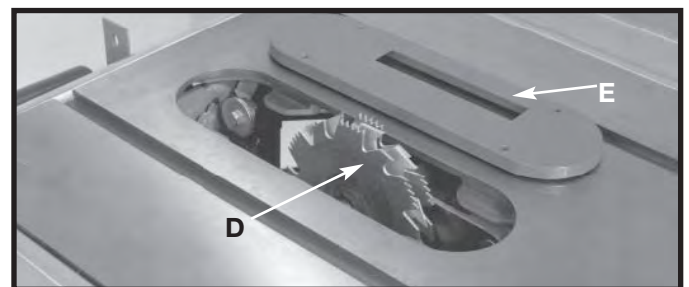

Fig. 47
2. Sujete el juego de cabezales para ranuras (D), Fig. 47, al mandril de la sierra.
⚠ PRECAUCIÓN EL INSERTO PARA MESA DEL JUEGO DE CABEZALES PARA RANURAS (E), FIG. 47, DEBE UTILIZARSE EN LUGAR DEL INSERTO ESTÁNDAR. ESTÁ DISPONIBLE COMO PARTE DEL SERVICIO A TRAVÉS DE UN CENTRO DE MANTENIMIENTO BLACK & DECKER.